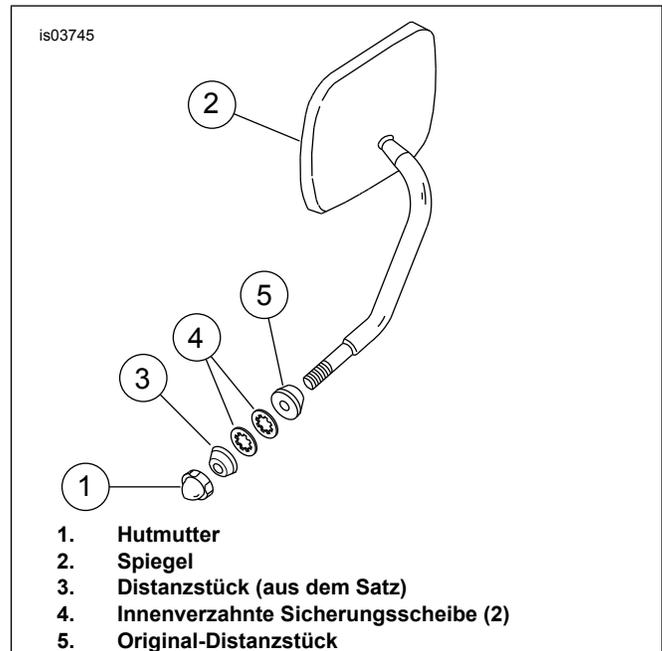
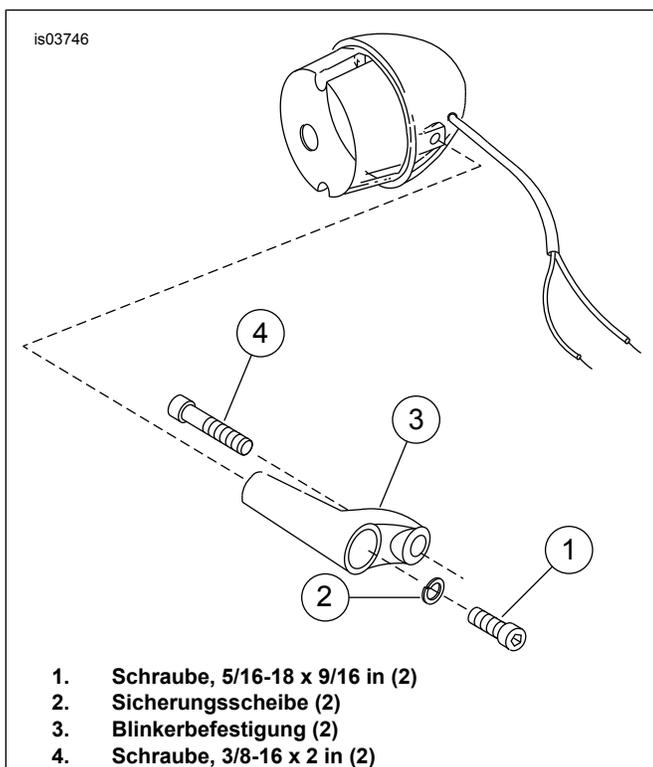

Abbildung 1. Befestigung des Spiegels
Abbildung 2. Anbau der Blinkerbefestigung
3. Wenn der Blinker auf der oberen Gabelhalterung montiert ist, die Tauchrohr-Klemmschraube von der rechten Seite der oberen Gabelhalterung abnehmen. (Dies ist die Schraube, die den rechten Blinker befestigt.) Siehe Abbildung 1. Wenn der Blinker auf dem Spiegel montiert ist, den Blinker und die Befestigungsteile abnehmen. Die innenverzahnten Sicherungsscheiben (4) und das Distanzstück (5) aufbewahren.
4. Mit der Hutmutter aus dem Satz den rechten Spiegel befestigen. Wenn das Gewinde in der Hutmutter bereits vor dem Festziehen anstößt, das zweite Distanzstück (3) aus dem Satz an der dargestellten Position einsetzen.
Wenn der Blinker auf der oberen Gabelhalterung montiert ist, Schritt 6 durchführen. Wenn der Blinker auf dem Spiegel montiert ist, gemäß Abbildung 2 die Blinkerbefestigung montieren und dann Schritt 6 durchführen, jedoch zur Befestigung des Blinkers die 3/8-16 x 2,0-in-Schrauben aus dem Satz verwenden. Hinweis auf die Klemmschraube der oberen Halterung nicht beachten.
7. Zum Versetzen des linken Blinkers Schritte 1 bis 6 wiederholen. Siehe Abbildung 1. Zum Einbau des Spiegels originale Hutmutter und innenverzahnte Sicherungsscheibe verwenden.
Wenn der Blinker auf der oberen Gabelhalterung montiert ist, Schritt 7 durchführen. Wenn der Blinker auf dem Spiegel montiert ist, gemäß Abbildung 2 die Blinkerbefestigung montieren und danach Schritt 7 durchführen, jedoch zur Befestigung des Blinkers die 3/8-16 x 2-in-Schrauben aus dem Satz verwenden. Hinweis auf die Klemmschraube der oberen Halterung nicht beachten. Siehe Abbildung 1. Mit der Hutmutter aus dem Satz den rechten Spiegel befestigen. Wenn das Gewinde in der Hutmutter bereits vor dem Festziehen anstößt, das zweite Distanzstück (3) aus dem Satz an der dargestellten Position einsetzen.